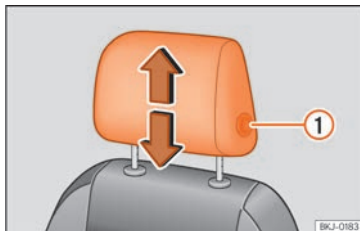

Abb. 109 Vordersitz: Kopfstützeinstellung.
- Schieben Sie die Kopfstützen in die entsprechende Pfeilrichtung nach unten oder oben. Um die vorderen Kopfstützen nach oben oder nach unten zu schieben, muss die Taste » Abb. 109 ① gedrückt werden; bei den
- Seitliche Taste drücken » Abb. 109 ① und Kopfstütze herausziehen.